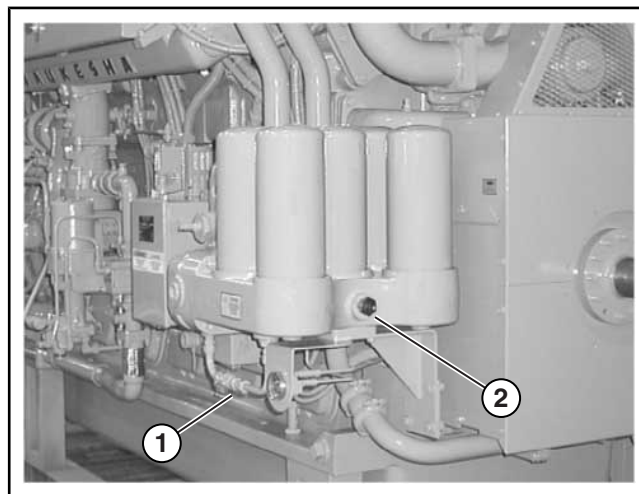

Рисунок 8.05-5: Дренажный клапан
2. Откройте дренажный клапан фильтра, чтобы слить масло в поддон картера. Чтобы убедиться в сливе масла из корпуса фильтра, используйте смотровое стекло, расположенное в основании фильтра (см. Рисунок 8.05-5).